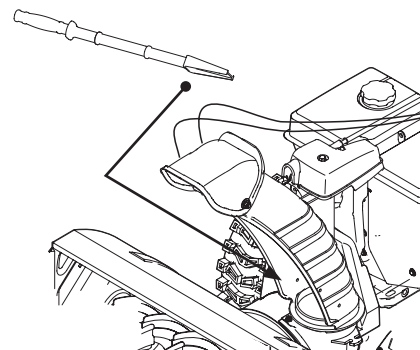

Figura 3-18
4. Use el extremo con forma de pala de la herramienta de limpieza para destruir y recoger la nieve y el hielo que se hayan acumulado en el interior y cerca del conjunto del canal. Utilice siempre la herramienta de limpieza (N.º de pieza 931-2643), no use las manos. Consulte el suplemento que se adjunta por separado para obtener la información que se requiere para pedir la herramienta de limpieza. Consulte la Figura 3-18.